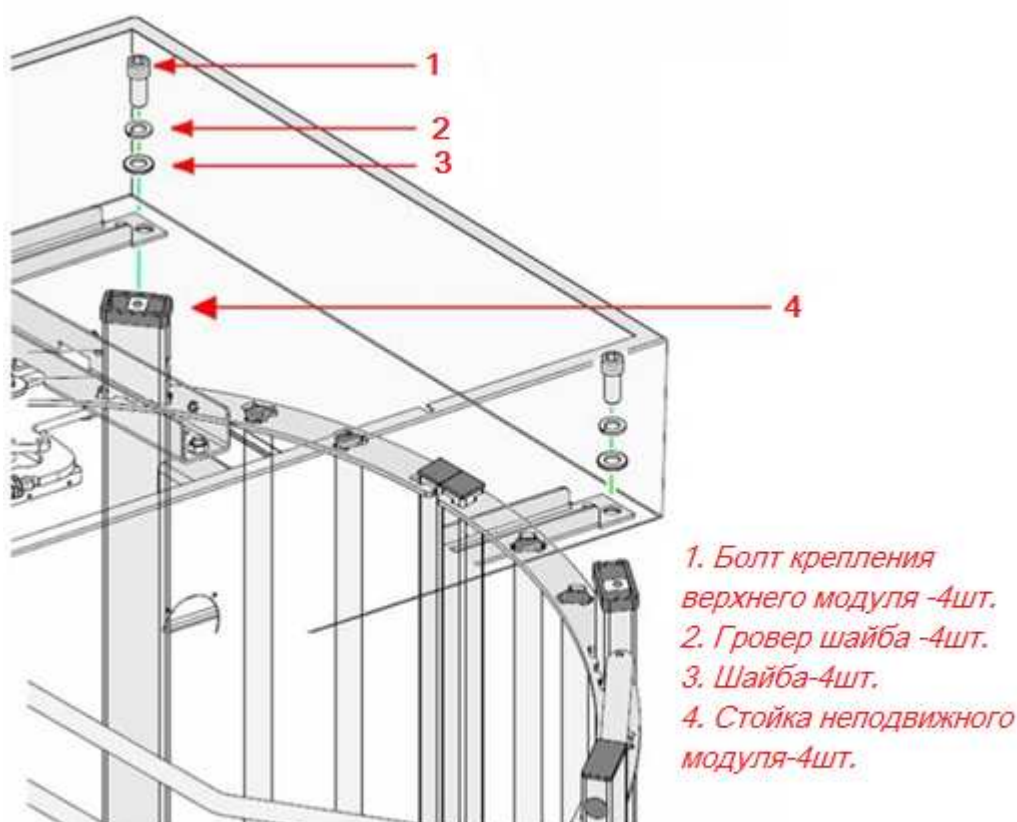
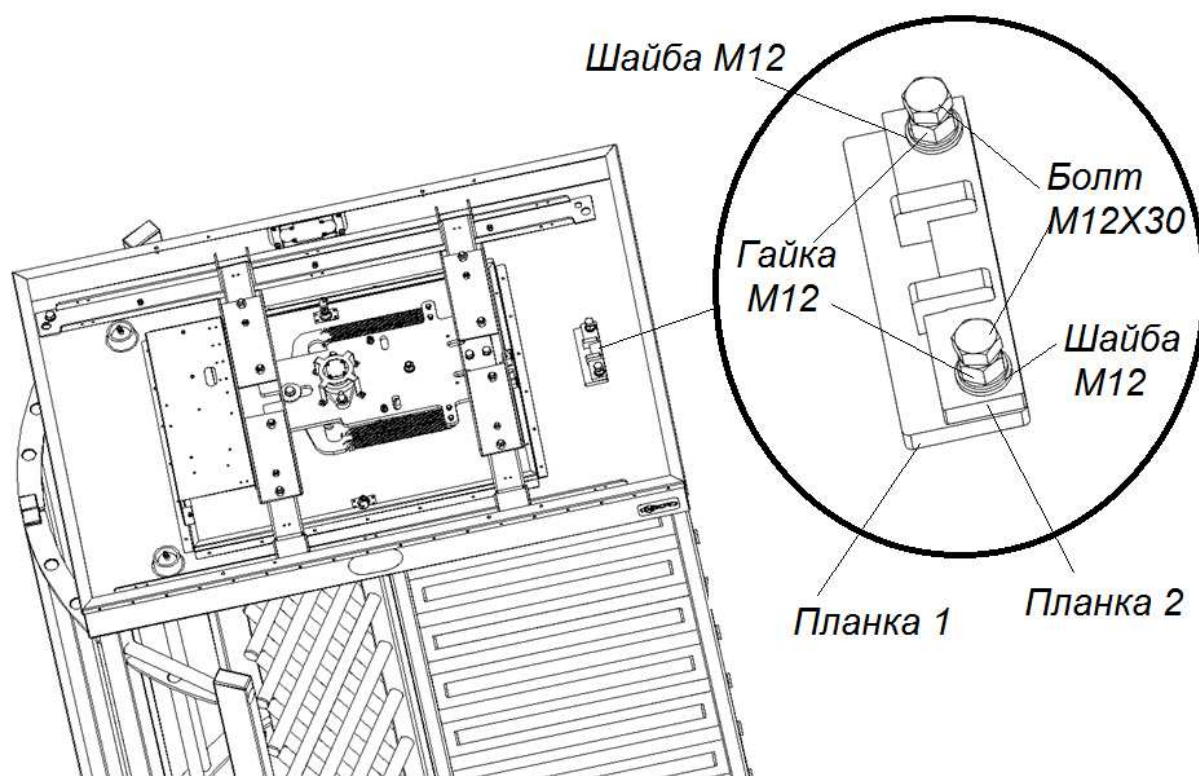

Рис. 11. Крепление верхнего модуля турникета.
Рис. 12. Крепление второго неподвижного элемента ограждения
4.2.12. Установите верхний модуль турникета на неподвижные элементы ограждения, предварительно пропустив кабели в соответствующие отверстия. Закрепите верхний модуль, с помощью болтов крепления рис. 11. Закрепите второй неподвижный элемент ограждения (с помощью планки 1, планки 2, стопорных гаек и болтов) к верхнему модулю турникета рис. 12.